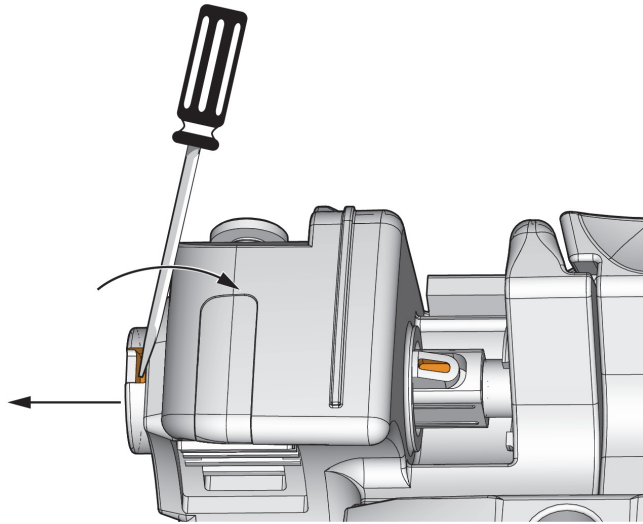

图 5-10 拆卸制动轴
5. 将螺丝刀头插入轴端的空腔中。向内倾斜，将轴推出（参见第77页的图 5-10中的箭头）。